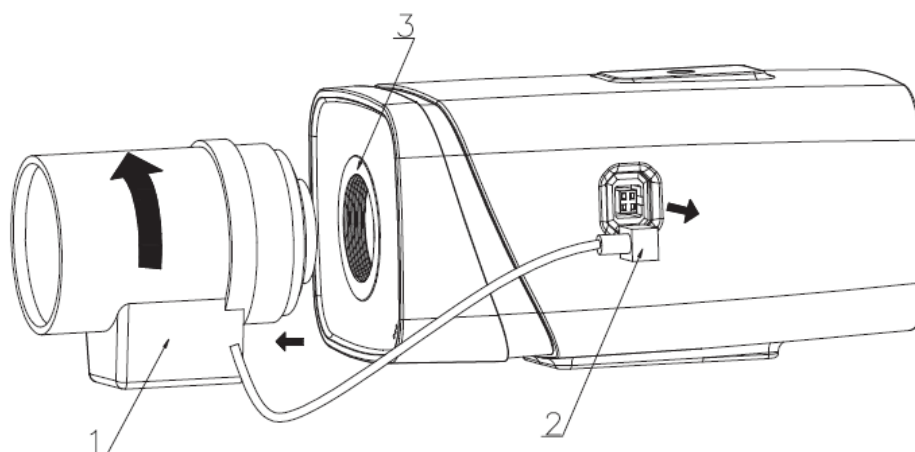

Рисунок 6.1 — Отсоединение объектива
1. Поверните объектив против часовой стрелки и отсоедините его от камеры (Рисунок 6.1).
2. Отсоедините кабель автоматической регулировки диафрагмы, если он конструктивно присутствует (Рисунок 6.1).